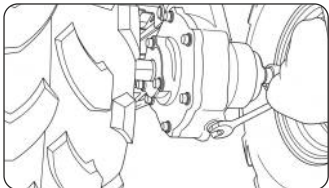

Рис. 20
- Проверьте затяжку сливной пробки, расположенной в нижней части редуктора (рис.20).
- Отверните сливную пробку на редукторе (рис. 20) и слейте масло в подставленную ёмкость.